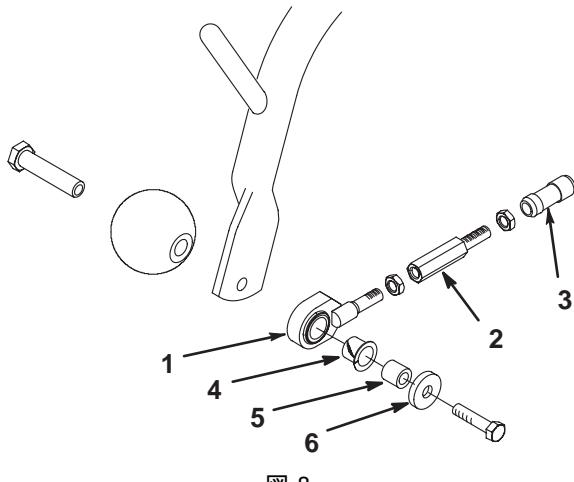

図8
1. それぞれの前キャリア・フレームの外側端部に、アンチ・スカルプ・ローラとブル・リンク・アセンブリを取り付ける（ローラ・シャフト、スペーサ、ワッシャ、ネジを使用；図8）。